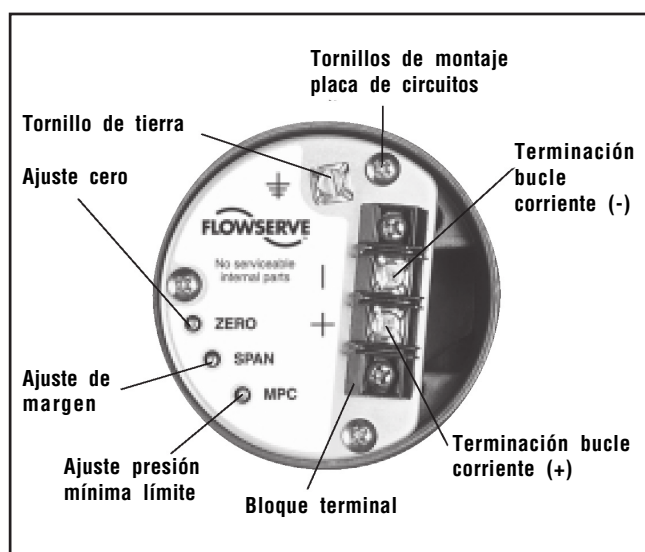

Figura 10: Placa del circuito del módulo NT 3000 (sin cubierta de la caja)
2. Retirar la cubierta del módulo I/P (véase la figura 10.)
El posicionador XL, con el transductor I/P, tiene una función de "Corte de la presión mínima" (MPC) que permite al usuario configurar el posicionador de modo que, si la señal de entrada cae por debajo de una corriente ajustable por el usuario, la salida de presión cae rápidamente a aproximadamente 1,7 psi, haciendo que la válvula se desplace a la posición de fallo. Esta función suele utilizarse cuando el servicio requiere un cierre seguro para evitar el estrangulamiento cerca del asiento de válvula. Para ajustar esta función, véase la figura 10 y llevar a cabo los pasos siguientes: